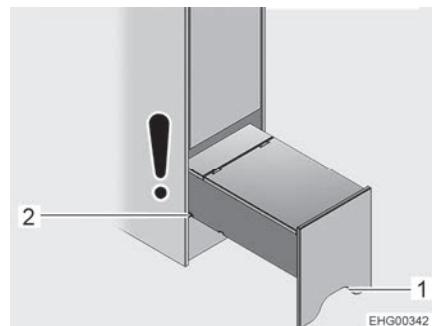

Fig. 124 Dispositivo de ascenso (completamente extraído)
- Agarrar el dispositivo de ascenso por el recorte (Fig. 124,1), levantarlo ligeramente y extraerlo hasta la segunda ranura (Fig. 124,2).